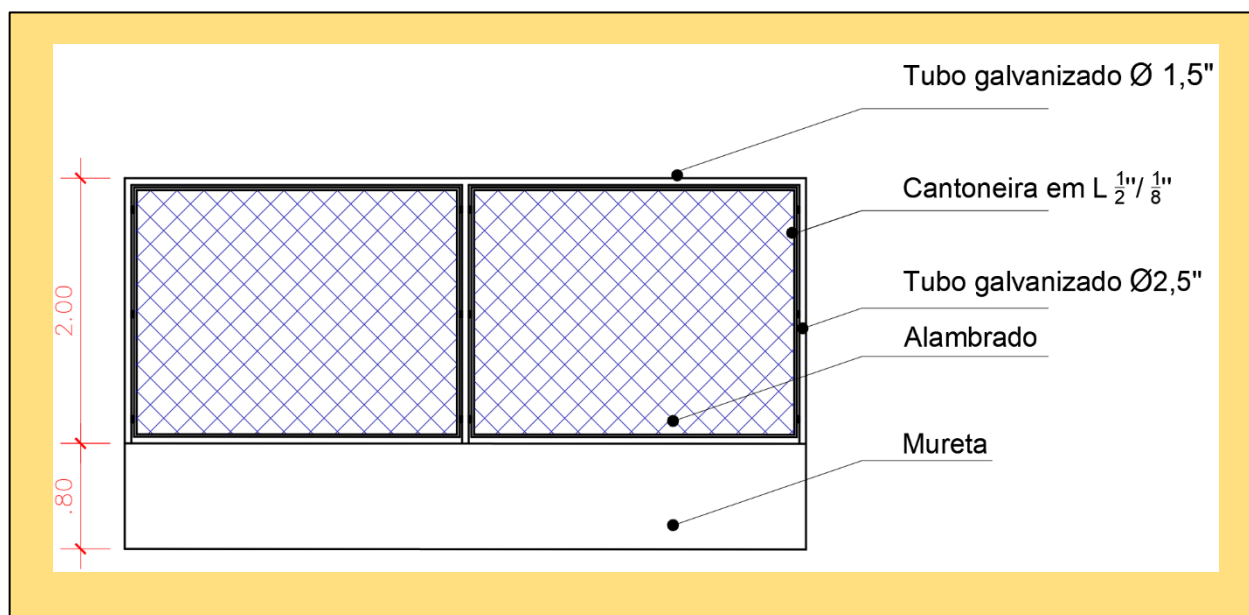

Figura 3 – Detalhamento do alambrado.
- **Estrutura do Alambrado:** A estrutura do alambrado será em tudo de aço galvanizado, com dimensões variáveis, de acordo com detalhamento definido em projeto arquitetônico como ilustrado acima na figura 3.